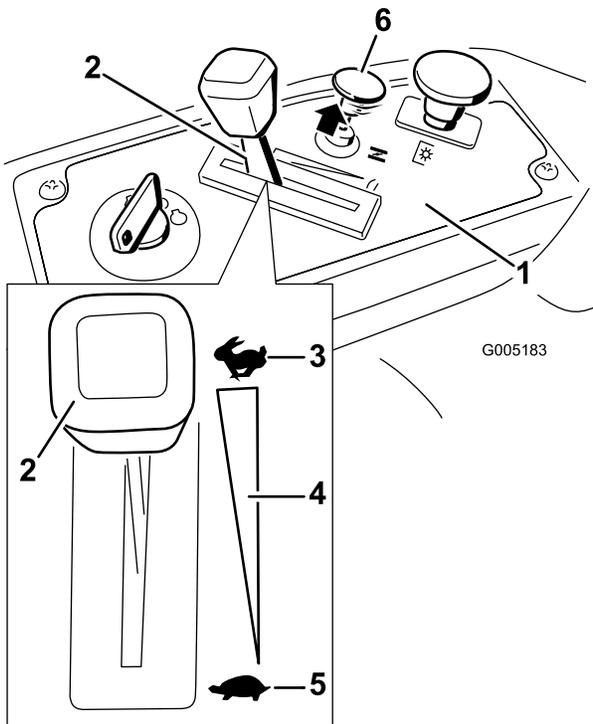

Bild 12
3. Ziehen Sie den Choke heraus, bevor Sie einen kalten Motor anlassen (Bild 12).